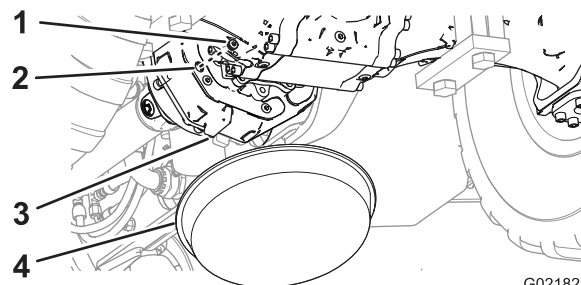

Figura 73
1. Posicione uma bandeja de drenagem sob a parte traseira da caixa de transmissão (Figura 73).
2. Remova o bujão do orifício de nível na transmissão (Figura 73).
3. Verifique pelo orifício de nível se o nível do óleo na transmissão está alinhado com a borda interior do orifício (Figura 73).
6. Instale o bujão no orifício de nível na caixa de transmissão (Figura 73).